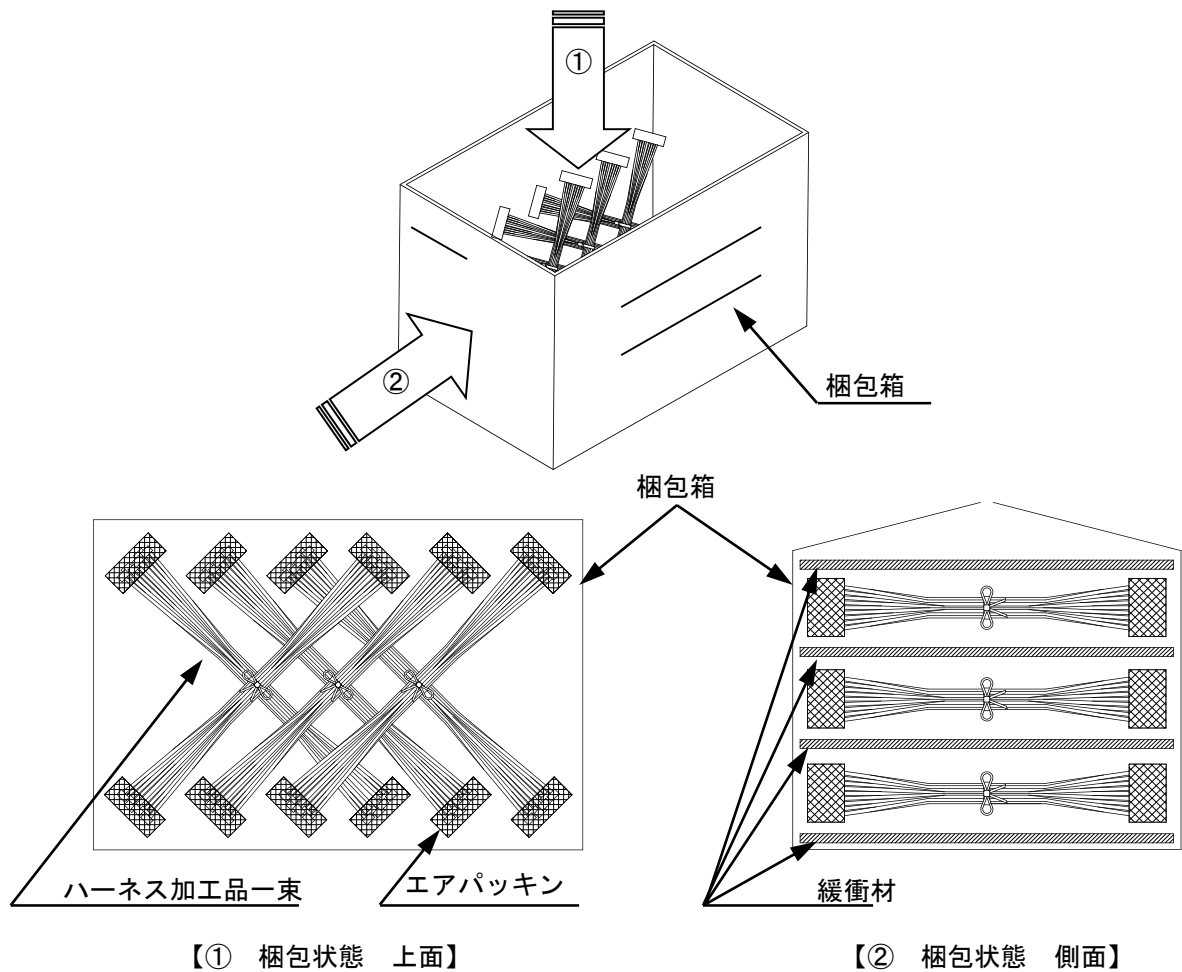

Fig.8-2 梱包状態図
尚、下図(Fig 8-2)は推奨参考例ですが、ハーネス長が長いなどの理由で他の梱包方式で御使用される場合にも段積みによる加重等の負荷がコネクタに長時間加わらない様御配慮をお願い致します。
※ ハーネス加工品の束を梱包箱に入れる際、積み重ねによる荷重等の負荷がコネクタに長時間加わらない様に、箱に合わせた形で製品を交互(十字型)に重ね合わせてください。(Fig.8-2 ①)
※ 梱包箱底面には、緩衝材等を敷いてください。また、段積みによる荷重等の負荷がコネクタに長時間加わらない様に、緩衝材を敷く等の御配慮をお願い致します。(Fig.8-2 ②)